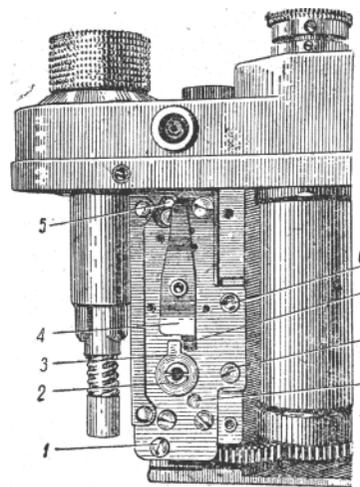
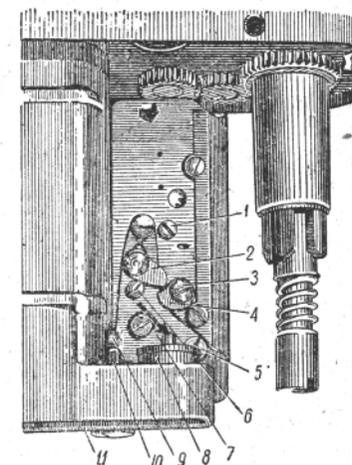
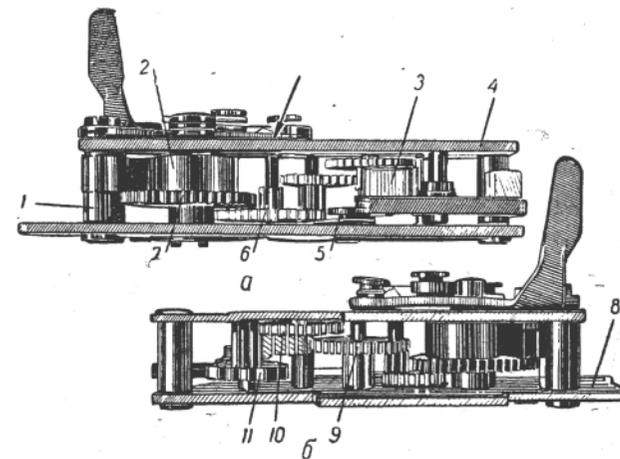

Рис. 175. Шторный затвор и механизм автоспуска.
Рис. 176. Регулировка автоспуска.
Рис. 177. Автоспуск:
На рис. 175 и 176 показаны верхняя и нижняя стороны автоспуска, на рис. 177,а,б изображены его боковые проекции.
При заводе механизма автоспуска вращаются только две шестерни 6 и 7 (рис. 177,а), остальные шестерни, анкерное колесо и анкер остаются неподвижными. Это происходит потому, что верхняя ось шестерни 6 (см. стрелку) расположена не в круглом отверстии верхнего плато 4,
а в продольном, вдоль которого ось может передвигаться. При заводе механизма, шестерня 7 вращается по часовой стрелке и отводит в сторону шестерню 6 и ее ось. В это время зубья шестерни 6 выходят из зацепления с зубьями шестерни 9 (рис. 177,б). Когда же автоспуск начинает работать, шестерня 7 (рис. 177,а) вращается против часовой
На рис. 175 показано положение рычагов 3 и 4 до завода автоспуска. Рычаг 5 надет на ось 2 и поворачивается вместе с ней. Рычаг 4 поворачивается на оси, а его отгиб расположен рядом с плечом анкера 5. Палец рычага 3 находится рядом с пальцем рычага 4, а отгиб рычага 4, нажимая на плечо анкера, делает работу механизма автоспуска невозможной.
-Чтобы автоспуск начал работать, нужно повернуть рычаг 4. Это осуществляется нажимом на кнопку пуска 3 (см. рис. 256). Кнопки такого образца устанавливаются почти на всех современных аппаратах. Кнопка пуска имеет конусообразное окончание, которое расположено рядом с рычагом 4 (рис. 175). Когда нажимают на кнопку пуска, конус отводит в сторону рычаг 4 и автоспуск начинает работать.
Автоспуск соединен с затвором и производит его спуск с помощью специального устройства (рис. 176).
Спуск затвора производит рычаг 7 (рис. 176), а точнее его отгиб 9. Обратите внимание на форму эксцентрикового кулачка 4, который установлен на оси шестерни 7 (рис. 177,а). Когда заводят автоспуск, кулачок 4 (рис. 176) поворачивается и устанавливается в положение «на взводе». При этом рычаг 7 остается неподвижным, так как планка 2 свободно поворачивается, скользя по поверхности кулачка 4. Когда кулачок устанавливается в положение «на взводе», планка 2 под действием пружины возвращается в исходное положение.
Разборка механизма автоспуска. Большинство неисправностей автоспуска устраняется путем его регулировки и не требует снятия автоспуска с камеры. Чтобы снять автоспуск, нужно произвести частичную или полную разборку аппарата (это зависит от конструкции аппарата), последовательность которой излагается при описании каждого аппарата. Автоспуски, как правило, крепятся тремя винтами 1, 6, 8 (рис. 175).
Чтобы разобрать механизм автоспуска, нужно отвинтить два винта на плато 4 (рис. 177,а) и снять боковой щиток, затем отвинтить три винта на плато 8 (рис. 177,б) и снять плато. Снимая шестерни, следует запомнить или заэскизировать их расположение.
пружина 11 (рис. 176) не отжимается и спуск затвора не происходит. Эта неисправность вызывается разными причинами. Во-первых, следует проверить закручен ли винт 5 крепления рычага 7. Во-вторых, нужно завести автоспуск, нажать на кнопку пуска и во время работы механизма понаблюдать за рычагом 7 и кулачком 4. Случается, что отгиб 9 не попадает на торец стержня 10, а проходит рядом с ним. Нужно подогнуть отгиб 9. Кроме того, винт 5 может отвинтиться и
2. После завода механизм автоспуска начинает самопроизвольно работать до нажатия на кнопку пуска. Эта неисправность вызывается неполадками в работе рычага 4 (рис. 175). Рычаг 4 при работе механизма автоспуска поворачивается рычагом 3 и его отгиб останавливает анкер 5. В таком положении рычаг должен оставаться во время очередного завода механизма до момента нажатия на кнопку пуска, которая отводит рычаг 4 от анкера. Если механизм автоспуска начинает произвольно работать, значит рычаг 4 и его отгиб находятся не на месте.
Причин, вызывающих плохую работу рычага 4, несколько. Кнопка пуска может быть слишком низко посажена и ее конус затирает рычаг 4 (рис. 175). Следует отвинтить кнопку (на ее основании есть два шлица) и проверить, как работает автоспуск без кнопки. При этом пуск механизма можно произвести любым тонким предметом, вставив его в отверстие для кнопки и отведя рычаг 4 в "сторону. Если окажется, что без кнопки механизм работает хорошо, тогда нужно кнопку пуска завинтить на место, установив между основанием кнопки и корпусом аппарата одну-две шайбочки.
Рычаг 4 может не выполнять свои функции, если он слишком свободно укреплен или сильно прижат к плато заклепкой. Если он укреплен свободно, то при заводе механизма от небольшого сотрясения он несколько смещается и освобождает анкер, и, наоборот, если он слишком сильно прижат, то рычаг 3 не может его повернуть. Чтобы укрепить рычаг 4, нужно снять плато 8 (рис. 177,6), а ослабить его можно без разборки, осторожно приподняв край рычага. Если палец 7 рычага 4 (рис. 175), который соприкасается с рычагом 3 (палец 7 всегда отогнут вверх), трет о корпус, то рычаг 3 не может повернуть рычаг 4. Палец нужно слегка пригнуть вниз.
3. После завода автоспуска рукоятка не остается во взведенном положении. Иногда после завода автоспуска рукоятка 2 сразу возвращается в исходное положение, а механизм автоспуска при этом не работает. Это случается при серьезных дефектах шестерен механизма: сломана ось шестерни 6 (рис. 177,а) или плохо укреплен триб (мелкомодульное зубчатое ко-
4. При нажатии на кнопку пуска 3 (рис. 256) заведенный механизм автоспуска не включается в работу. Это происходит, если засорился механизм автоспуска или > конусообразный конец в (см. рис. 258) кнопки пуска недостаточно выжимает рычаг 4 (рис. 175). В первом случае нужно осмотреть и почистить механизм автоспуска, обратив внимание на зубья шестерен. Во втором случае нужно вывинтить основание с кнопкой пуска и проверить, включается ли в работу механизм автоспуска, если его пуск производят посторонним предметом через отверстие для кнопки. Если причина неисправности заключается в высокой посадке кнопки пуска, нужно вокруг отверстия для кнопки немного снять верхнюю облицовку корпуса и посадить ее ниже.*
Разорвавшуюся пружину можно укоротить, оставив большую ее часть. Конец пружины слегка отпускают на огне и делают изгиб, который зацепляет за стойку 1- (рис. 177,а). При этом нужно так рассчитать длину пружины, чтобы до окончания полного завода ее оставалось полоборота, т. е. полный завод пружины завершился при повороте рукоятки автоспуска.
Это вызывается тем, что поворот рычага 3 (рис. 175) не ограничен. Его движение должно ограничиваться пальцем 7 и штифтом 9. Рычаг 5 надевается на ось 2 и ничем не крепится. Когда надевают переходник (он находится под ру-
кляткой автоспуска), его пальцы прижимают рычаг 3 к плато автоспуска. Если рычаг недостаточно прижат к плато и имеет люфт, он может во время работы механизма пройти над штифтом 9 (рис. 175) или пальцем 7.
Неисправность можно устранить без разборки аппарата. Для этого нужно снять рукоятку автоспуска, переходник и удлинить на 0,10—0,15 мм два пальца переходника, подпилив его вокруг пальцев. Указанный дефект можно устранить иначе. В тех аппаратах, где легко снимается корпус (например, «Зоркий-2С», «Зоркий-4», «Мир»), нужно его снять и надфилем немного опилить ось 2 (рис. 175), на которую надевается рычаг 3.